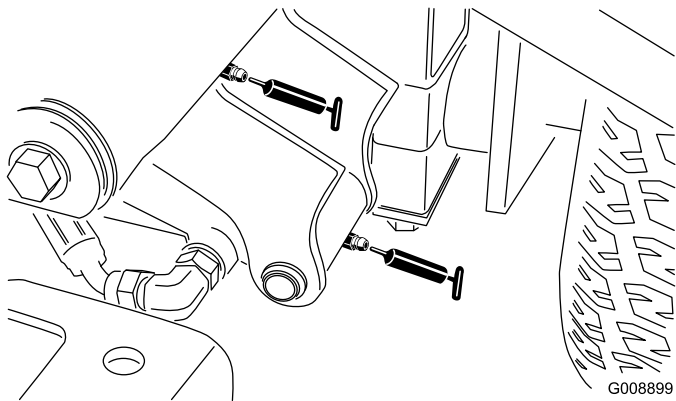

Figura 39
- 2 pivotes de brazo de elevación delantero izquierdo y cilindro de elevación (Figura 39)